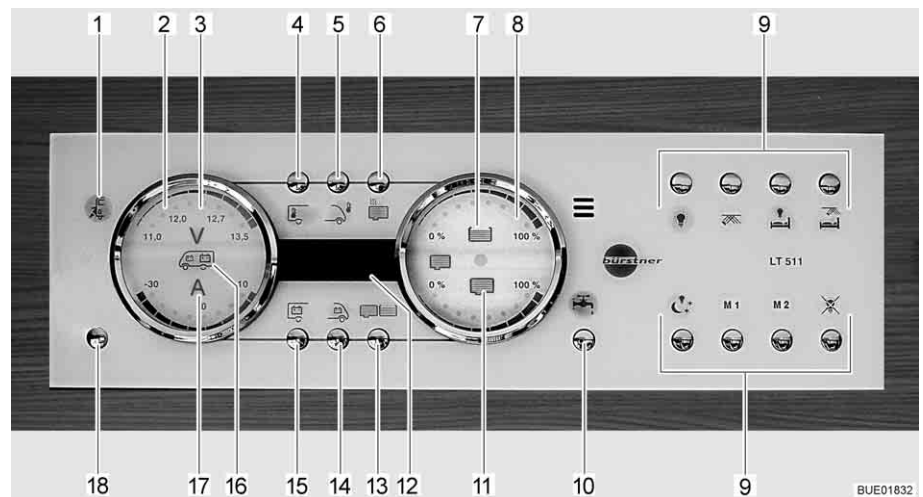

Fig. 159 Panel LT 511
Se enciende la luz de control de 230 V (Fig. 159,1) cuando hay tensión de red en la entrada del bloque eléctrico.
El interruptor principal de 12 V (Fig. 159,18) conecta y desconecta el panel y la alimentación de 12 V del habitáculo.
- Pulsar la tecla de la alimentación de 12 V (Fig. 159,18) brevemente. La alimentación de 12 V del habitáculo está conectada. La visualización de control "12 V" está encendida.
- ▷ En caso de que después de la conexión parpadeen tanto el LED "11,0" de la visualización de voltios así como el símbolo Voltios "V" (Fig. 159,3) en el instrumento indicador Baterías (Fig. 159,2), será demasiado baja la tensión de la batería del habitáculo. Cargar la batería.
- ▷ En caso de que después de la conexión parpadeen tres veces la visualización de control 12 V y el símbolo Voltios V (Fig. 159,3), estará activada la separación de batería. Desactivar la separación de batería.
- Pulsar la tecla de la alimentación de 12 V (Fig. 159,18) brevemente. La alimentación de 12 V del habitáculo está desconectada. La visualización de control "Alimentación de 12 V" se apagará.
- Pulsar la tecla Batería del habitáculo (Fig. 159,15) y mantenerla pulsada aprox. 10 segundos. El símbolo Voltios "V" (Fig. 159,3) y la visualización de control "12 V" parpadearán tres veces. La batería del habitáculo está separada de la red de a bordo de 12 V.
- Pulsar la tecla de la alimentación de 12 V (Fig. 159,18) y mantenerla pulsada aprox. 5 segundos. El símbolo Voltios "V" (Fig. 159,3) y la visualización de control "12 V" parpadearán tres veces. La batería del habitáculo está conectada a la red de a bordo de 12 V. La visualización de control estará encendida durante aprox. 5 segundos.
- Pulsar la tecla Batería del habitáculo (Fig. 159,15). El símbolo Voltios "V" (Fig. 159,3) estará encendido. Según la carga o la descarga, el símbolo Amperios "A" (Fig. 159,17) estará encendido de color blanco o bien rojo. La tensión de la batería y la corriente de la batería del habitáculo son visualizadas a través de LEDs en el instrumento indicador.
- Pulsar la tecla Batería del motor de arranque (Fig. 159,14). El símbolo Voltios "V" (Fig. 159,3) estará encendido. La tensión de la batería del motor de arranque es visualizada a través de LEDs en el instrumento indicador.
- Pulsar la tecla Depósitos (Fig. 159,13). Los símbolos Depósito de agua (Fig. 159,7) y Depósito de aguas residuales (Fig. 159,11) estarán encendidos. Los niveles de llenado del depósito de agua (escala superior) y del depósito de aguas residuales (escala inferior) serán visualizados a través de LEDs en el instrumento indicador.
El símbolo Depósito de agua (Fig. 159,7) o el símbolo Depósito de aguas residuales (Fig. 159,11) parpadeará si el depósito de agua está vacío o el depósito de aguas residuales está lleno.
A través del visualizador digital (Fig. 159,12) es posible visualizar la temperatura interior y la temperatura exterior.
- Pulsar la tecla Temperatura interior (Fig. 159,4). Indica la temperatura interior.
- Pulsar la tecla Temperatura exterior (Fig. 159,5). Indica la temperatura exterior.